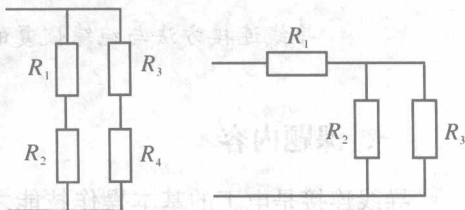

图 1.1.9 电阻的混联
(3) 电阻的混联。电路中的电阻既有串联的连接方式，同时又有并联的连接方式时称为混联。图 1.1.9 所示为电阻的混联电路，其中混联电路中的串联和并联部分分别具有各自的电路特点。